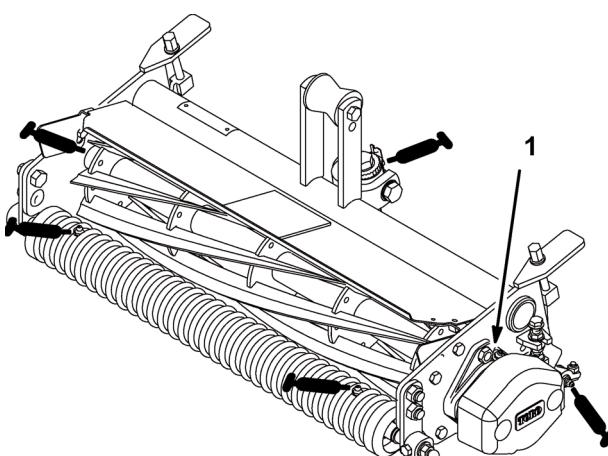

Fig.6
1. Posizione e numero di raccordi per ingrassaggio: perno della controllama (1), cuscinetti del cilindro (2), e rulli anteriore e posteriore (2 cad.) (Fig. 6).